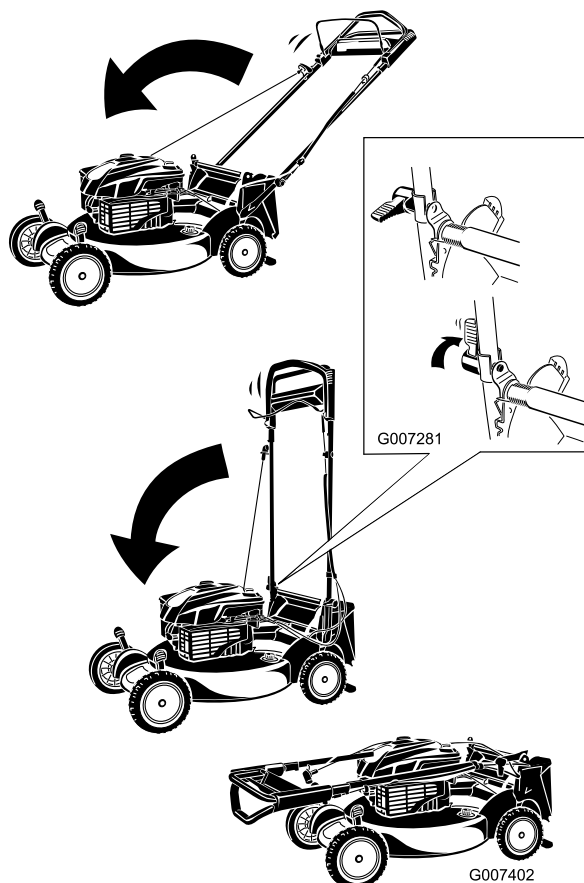

Figure 47
1. Pliez la partie supérieure du guidon en avant (Figure 47).